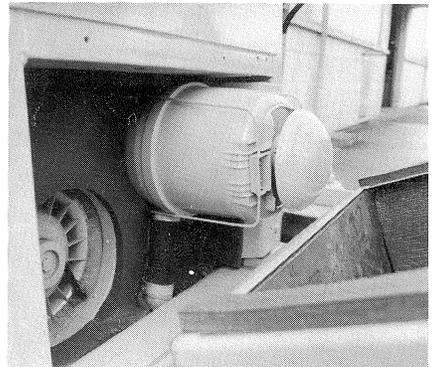

Bild 50
- (1) Luftansaughaube seitlich wegklappen
- (2) Filterklammern seitlich wegdrücken (Bild 50)